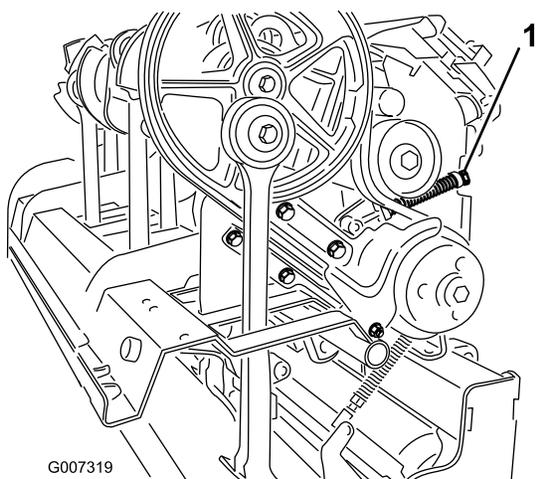

Bild 33
4. Lösen Sie die Sicherungsmutter, mit der die Federbefestigung befestigt ist, und drehen Sie diese dann, um die Spannscheibenfeder zu entspannen (Bild 33).